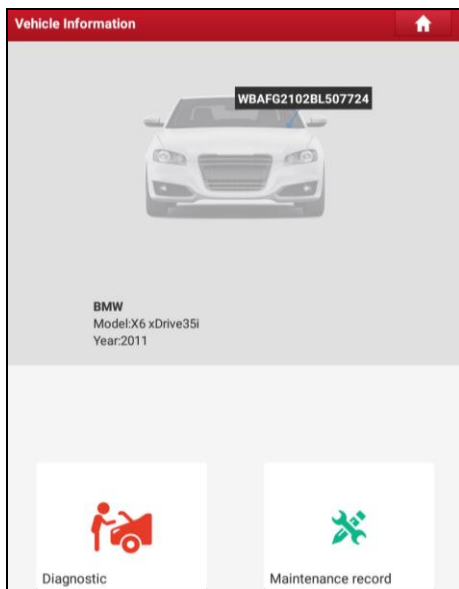

Abb. 5-5
A. Wenn die VIN in der Server-Datenbank gefunden werden kann, wird eine Benutzeroberfläche wie in Abb. 5-5 angezeigt:
- Wenn die gescannte VIN nicht korrekt ist, tippen Sie auf das Ausgabefeld, um es zu ändern, und tippen Sie anschließend auf „OK“. Wenn die VIN auf dem Remote-Server vorhanden ist, öffnet das System die Benutzeroberfläche mit den Fahrzeuginformationen. Siehe Abb. 5-5.